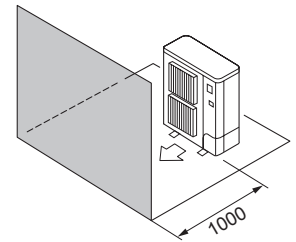

Fig. 2-9
- ④ Takistused ainult ees (Fig. 2-9)